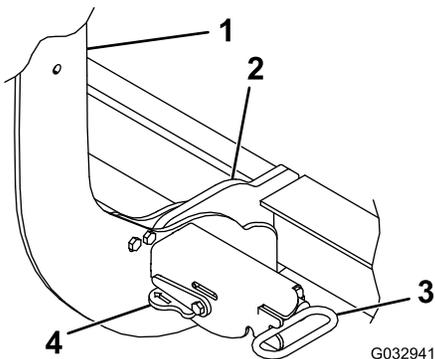

Bild 35
3. Stellen Sie die Hebel an den Kupplungen in die EIN-Stellung (Bild 35).
6. Stellen Sie sicher, dass beide Kupplungsfederstifte ganz in der Kupplung eingerastet sind (Bild 35).